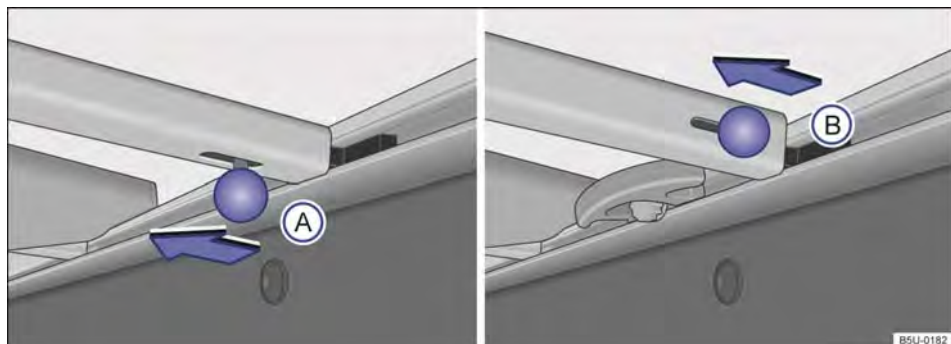
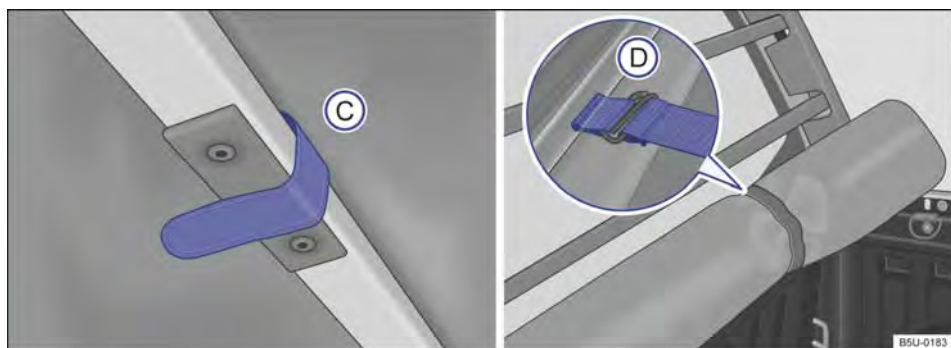

Fig. 53 Travessas no compartimento de carga: (A) veículos com suportes de amarração fixos, (B) veículos com suportes de amarração deslizantes.
Fig. 54 No compartimento de carga: tira de fixação e capota marítima corretamente recolhida.
- Para remover de tipo (A) ou (B), deslocar o pino de travamento no sentido da seta → Fig. 53. Para remover a travessa que está próxima ao vidro traseiro, é necessário soltar as tiras de fixação da capota → Fig. 54 (C).
- Após o recolhimento total da capota, prenda-a com as cintas de fixação (D).
- Para remover a travessa que está próxima ao vidro traseiro, é necessário soltar as tiras de fixação da capota → Fig. 54 ③, e fazer o mesmo procedimento anterior para remover a travessa (quando disponível mais de uma travessa).
- Após o recolhimento total da capota, prenda-a com as cintas de fixação → Fig. 54 ④.